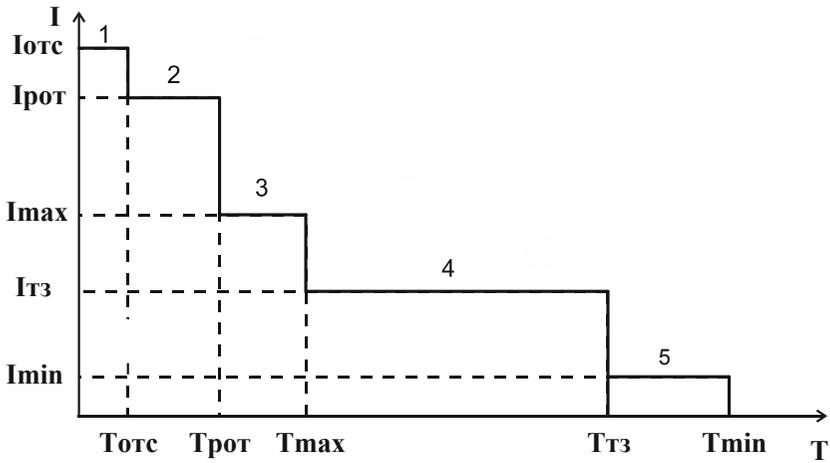

Рисунок 31 - Характеристика защитного отключения (режим дискретный)
- **Дискретный** - время защитного отключения определяется дискретно (ступенчато) в зависимости от уровня тока, Рисунок 31;